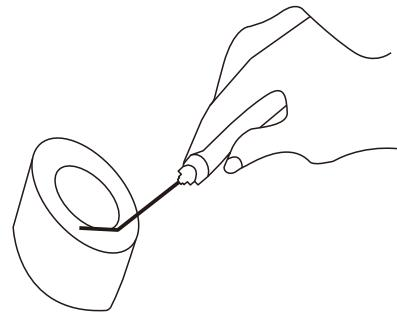

图 1-2
3. 不正确的手持式传感器方法将传感器的顶部使劲压到被测物体的表面(如图1-2)，这样很容易损坏传感器。